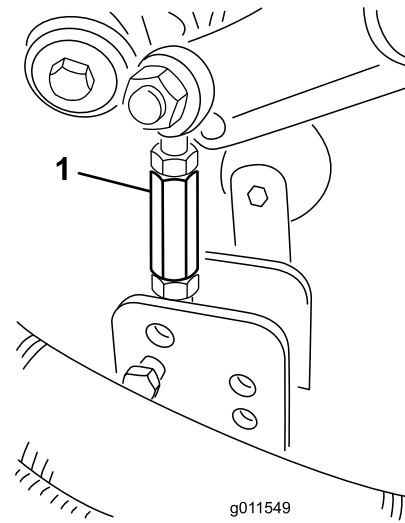

Bild 25
- 9. Entfernen Sie die Splints und Lastösenbolzen, mit denen die Stoßdämpferlenker an den Mähwerkhalterungen befestigt sind (Bild 25).